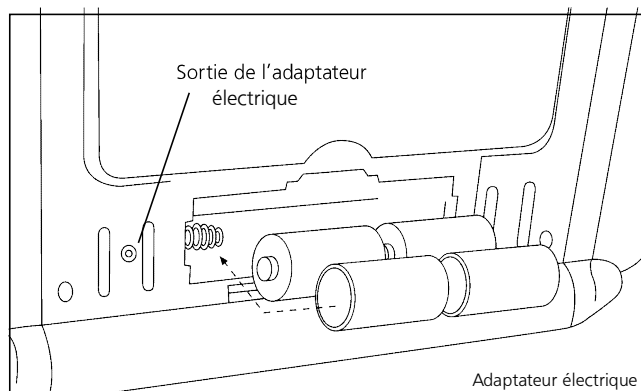

Figure 2
- 4 batteries D-cell sont nécessaires au fonctionnement du ventilateur. L'emplacement des batteries est situé sur le panneau arrière inférieur de l'appareil de chauffage. Suivez les instructions sur le couvercle à batteries pour savoir comment installer correctement ces dernières. Voir Figure 2.
- Ventilateur de chauffage peut également être alimenté par adaptateur électrique F276127. Adaptateur requis : 6 volts en CC, jusqu'à 800 mA avec polarité positive. Voir Figure 2.
- L'appareil de chauffage peut également être alimenté au moyen d'un adaptateur électrique F276127. Adaptateur requis : 6 volts en CC, jusqu'à 800 mA avec polarité positive. Voir Figure 2.